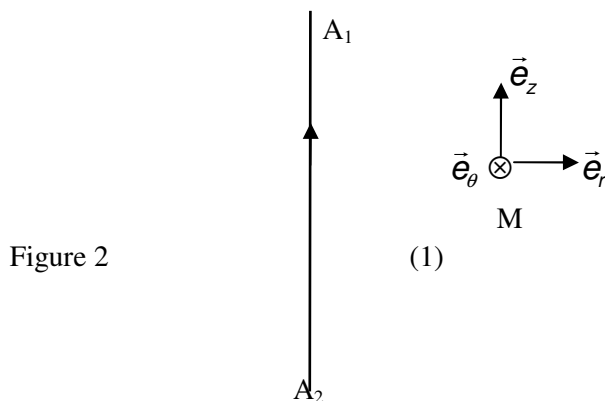

Figure 2
Le courant dont l'intensité **variable**  $i_1(t)$  est à mesurer parcourt un fil rectiligne (1), confondu avec l'axe  $OZ$ , dont les bornes  $A_1$  et  $A_2$  sont supposées infiniment éloignées l'une de l'autre (fil infini). Le champ magnétique  $\vec{B}_1$  créé par le fil (1) en tout point M de l'espace en dehors du fil est donné par  $\vec{B}_1 = \frac{\mu_0 i_1(t)}{2\pi r} \vec{e}_\theta$ . Le point M est repéré par ses coordonnées cylindriques  $(r, \theta, z)$ , cf. Figure 2.